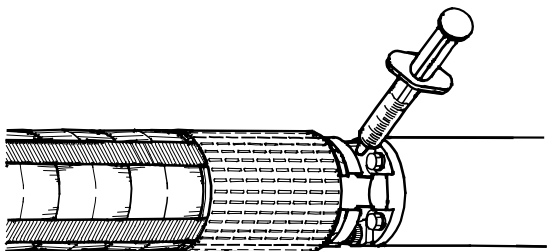

Рис. 7 Положення випускного клапану заливання рідини
2. Натиснути на наливний шприц проти клапану і впорснути рідину, рисунок 7. Якщо натиснути на конус клапану дуже сильно, його можна пошкодити й спричинити таким чином протікання клапану.